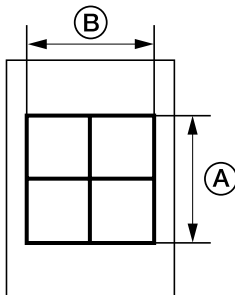

图 1-4-1
2. 测量 VTC 图案中 Ⓐ 与 Ⓑ（图 1-4-1），若与正确尺寸不同，则请进行以下调节：